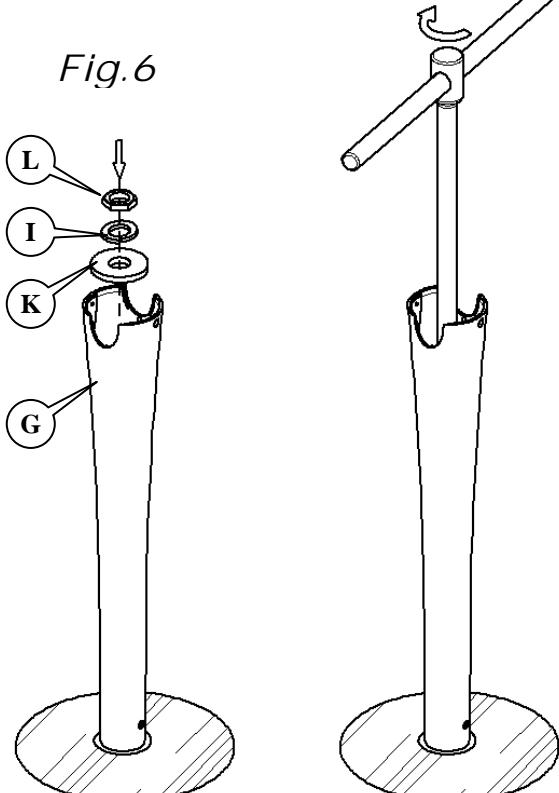

Fig. 6
Inserire l'anello di bloccaggio (H), la rondella elastica (I) ed il dado 1" G. (L) nel fusto presso fuso (G) nella sequenza mostrata in Fig.6.
Insert the locking ring (K), the spring washer (I) and the 1" G nut. (L) in the die-cast shaft (G) in the sequence shown in Fig.6.
In der in Abb. 6 angegebenen Reihenfolge den Spannring (K) und die Federscheibe (I) und die Mutter 1" G. (L) in den druckgegossenen Schaft (G) einsetzen.
Introducir el anillo de bloqueo (H), la arandela elástica (I) y la tuerca 1" G (L) en el fuste moldeado a presión (G) en la secuencia mostrada en la Fig. 6.
Introduire l'anneau de blocage (H), la rondelle élastique (I) et l'écrou 1" G. (L) sur la tige moulée sous pression (G) dans l'ordre décrit à la Fig.6.